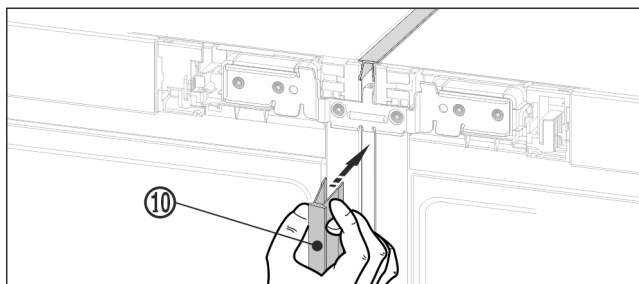

Fig. 21 *
► Në pjesën e përparme, ngjishni shiritin mbulues Fig. 21 (10) të gjatë në hapësirën vertikale. Këtu bëni kujdes që shiriti të qëndrojë në llamarinën e bashkimit.*